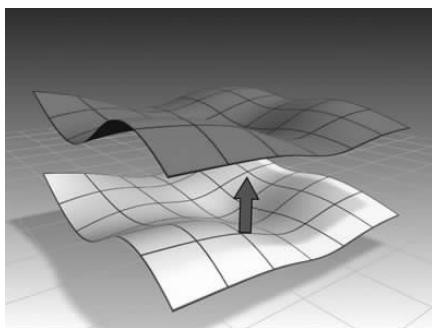

图 5-71 创建变换曲面 ▲
- (创建变换曲面): 创建一个具有不同位置、旋转或缩放的副本曲面, 如图 5-71 所示。